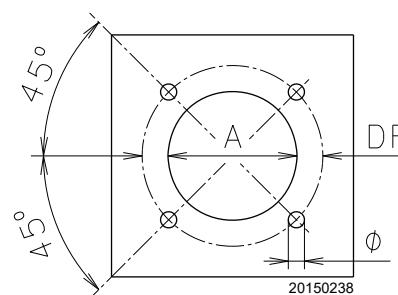

Fig. 15
Percer la plaque de fermeture de la chambre de combustion comme indiqué dans la Fig. 15. La position des trous filetés peut être tracée en utilisant l'écran isolant fourni avec le brûleur.
- Introduire le brûleur entier sur le trou de la chaudière, réalisé auparavant (Fig. 15), et fixer avec les vis fournies en dotation.